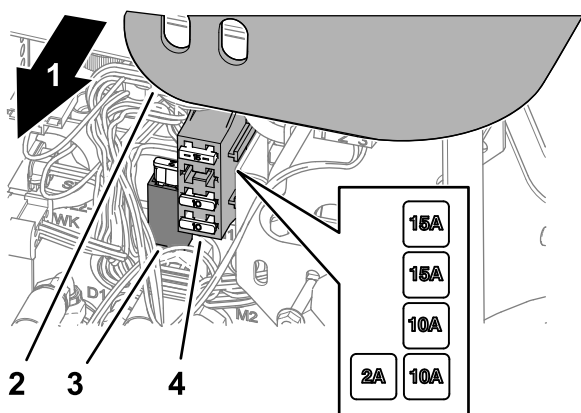

Figura 79
2. Ridicați capacul de pe brațul de control (Figura 79).
3. Localizai siguranța arsă în suportul siguranței sau blocul de siguranțe (Figura 79).
5. Montați capacul la braul de control (Figura 79).